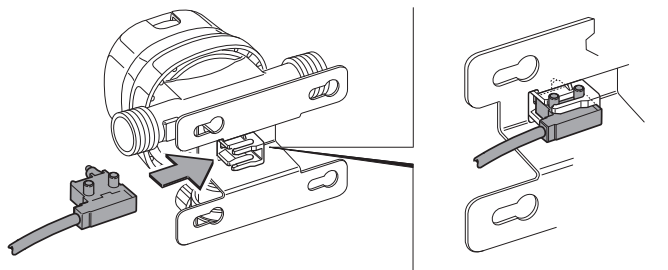

Fig. 4
- ▶ Insérer l'émetteur par le côté dans l'attache du DuoControl CS (Fig. 4). L'émetteur doit s'enclencher dans l'attache de manière perceptible.